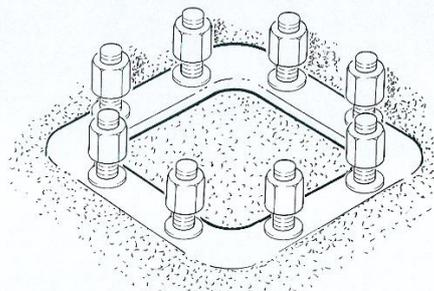

fig. 20
3. Ahogar la placa preparada así en el chorro del plinto con cuidado a que la placa superior quede a ras del suelo (fig. 20). Proteger los filetes de los tirafondos para evitar que se dañe.